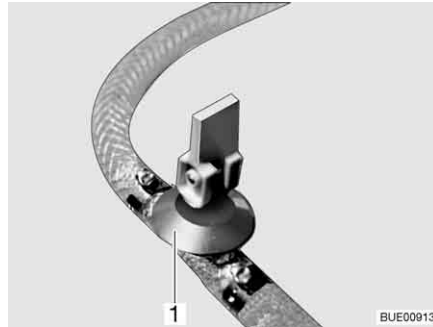
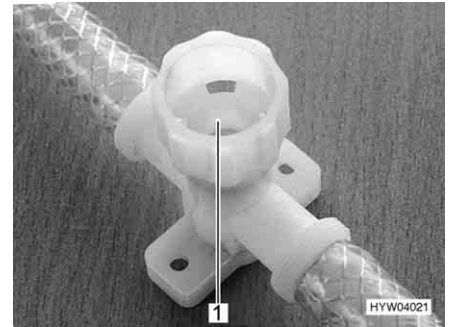

Bild 151 Avtappningskran (med vipparm)
Bild 152 Avtappningskran (med vrid)
- Stäng alla avtappningskranar. Ställ för detta avtappningskranens vipparm (Bild 151,1) vågrätt eller vrid avtappningskranens kran (Bild 152,1) medurs.